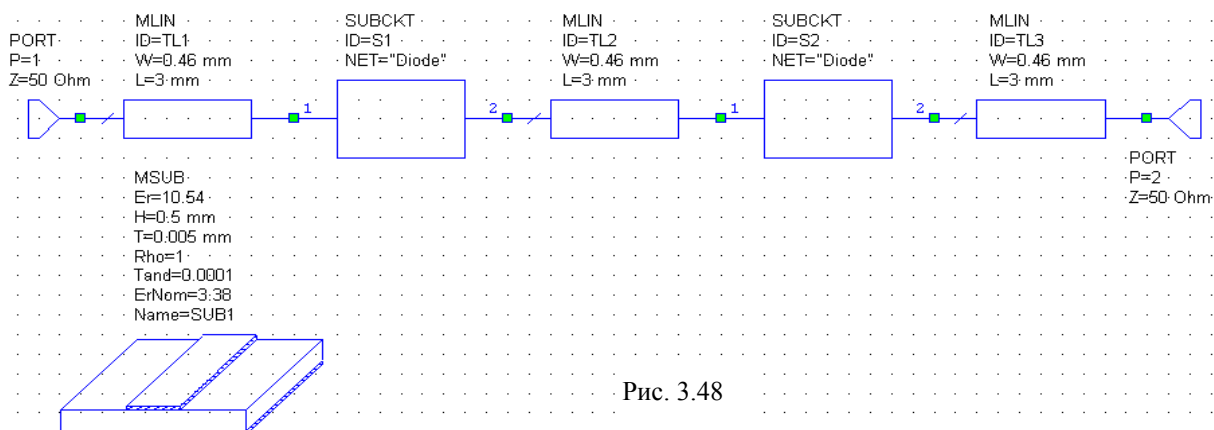

Рис. 3.48
2. Аналогично отредактируйте параметры всех элементов **MLIN** и подложки **MSUB** так, чтобы значения их параметров соответствовали значениям, указанным на схеме рис. 3.48.